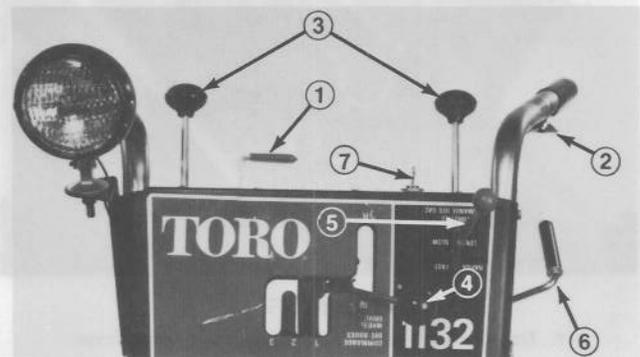

Figure 24
Commande de tarière (Fig. 24) — Cette commande a deux positions: EMBRAYÉE (Engage) et DÉBRAYÉE (Disengage). Pour embrayer la tarière et le ventilateur ou souffleuse, poussez le levier de commande vers l'avant jusqu'à sa butée. Il dépassera alors le centre du tableau. Pour débrayer la tarière et le ventilateur, ramenez le levier de commande en arrière.
Leviers d'interconnexion de sécurité (Fig. 24) — Il faut comprimer un levier d'interconnexion de sécurité contre une poignée du mancheron quand la commande de tarière est embrayée. Le moteur s'arrête automatiquement dès qu'on relâche les deux leviers pendant que la tarière ou la commande des roues est en prise. Il s'agit d'un dispositif de sécurité destiné à rappeler au conducteur de débrayer la tarière ou la commande des roues avant de quitter sa position de sécurité derrière les mancherons.
Embrayages de roues (Fig. 24) — Tirez les deux embrayages de roues pour avancer à roues libres. Au contraire, poussez-les en prise pour obtenir l'entraînement direct des deux roues. Quand on embraye une roue et qu'on débraye l'autre, l'entraînement direct s'applique à la roue embrayée, et l'autre roue roule librement.
Commande d'entraînement des roues (Fig. 24) — Cette commande a cinq positions: N (point mort ou neutre); R (marche arrière): 1, 2 et 3 (trois vitesses avant). Pour changer de vitesse, placez le levier à la position désirée. Il faut tenir le levier de commande en position R (Marche arrière) pour reculer. Dès qu'on la relâche, la commande retombe automatiquement au point mort. Vous pourrez utiliser les vitesses 1, 2 et 3 selon les conditions d'enneigement. Continuez de comprimer le levier d'interconnexion en changeant de vitesse.
Commande des gaz (Fig. 24) — La commande variable des gaz a deux positions extrêmes: RAPIDE (Fast) et LENTE (Slow). Plus vous poussez le levier vers l'avant, plus vous augmentez la vitesse. Ne faites tourner le moteur que juste assez vite pour projeter la neige où vous le voulez.
Commande de l'éjecteur (Fig. 24) — Tournez la manivelle de commande de l'éjecteur vers la droite pour orienter l'éjecteur vers la gauche, et tournez la manivelle vers la gauche pour orienter l'éjecteur vers la droite.
1. Placez la commande de tarière en position DÉBRAYÉE (Fig. 24).
2. Mettez la commande des roues au point mort (N) et mettez la manette de commande des gaz en position rapide (FAST) — Fig. 24).
5. Tournez la clé d'allumage en position de marche (ON) — (Fig. 24).
2. Pour arrêter le moteur normalement, placez la commande des roues à N (point mort) et la commande de tarière à DISENGAGE (débrayée) — (Fig. 24). Ramenez la manette des gaz en position lente (SLOW) et tournez la clé d'allumage en position OFF.